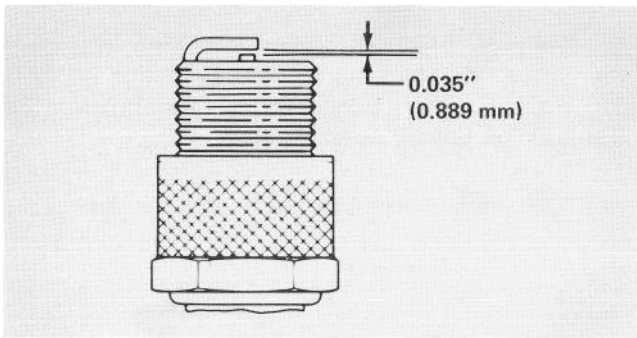

Abb. 21
6. Den Elektrodenabstand der neuen Zündkerze auf 0,889 mm einstellen (Abb. 21) und die Kerze fest in den Zylinderkopf einschrauben (Anzugsdrehmoment 20 Nm).